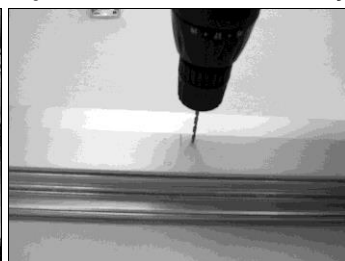

Fig. 3
Fig. 3 bis
- C. Agujerear con la broca apropiada el bastidor y el marco y montar el estribo portamotor comprobando apretar bien los tornillos (Fig. 3 e Fig. 3bis).